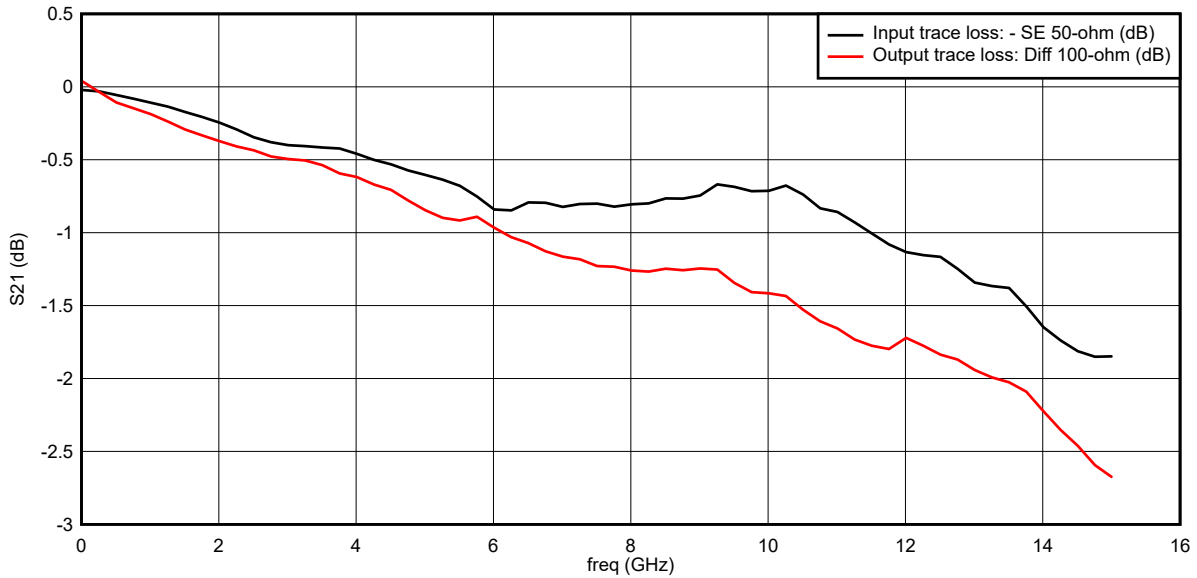

图 3-2. PCB 布线损耗与频率的关系
4. 在增益测量期间，在器件的输入和输出侧补偿电路板布线损耗。图 3-2 给出了在 EVM 上测量的典型输入和输出布线损耗。